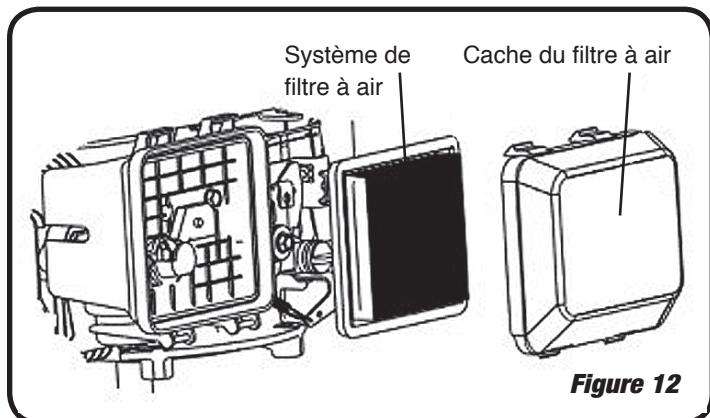

Figure 12
1. Retirez le cache du filtre à air et retirez le système de filtre avec précaution. (Voir Figure 12)